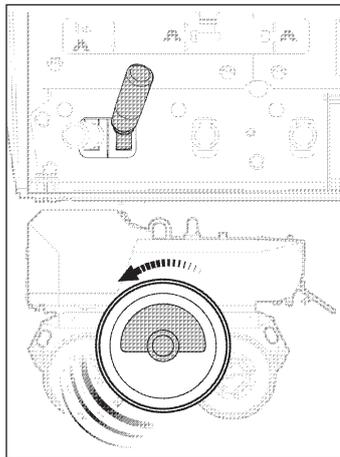

Fig. SE7 Vibrate forwards
- 2) Vibrate forwards (Fig. SE7)